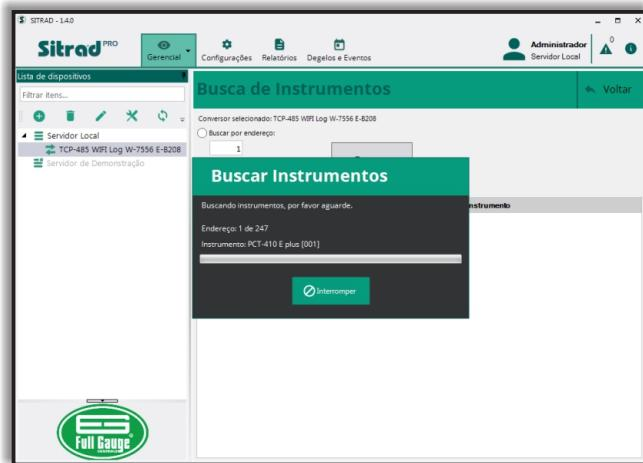

Figura 30
Passo 6: A guia **Busca de Instrumentos** permite cadastrar os instrumentos por endereço. Existem duas opções: **Buscar por endereço**, em que se busca um instrumento específico, e **Buscar faixa de endereços**, em que se busca diversos instrumentos com endereços dentro da faixa selecionada. Após escolher uma opção, basta clicar em **Buscar** que o Sitrad^{Pro} faz o cadastro automático dos instrumentos (Figura 30). Se optar por buscar na faixa completa de endereços, o processo pode levar alguns minutos. Os instrumentos cadastrados passarão a aparecer na guia **Lista de dispositivos**, atrelados ao conversor.